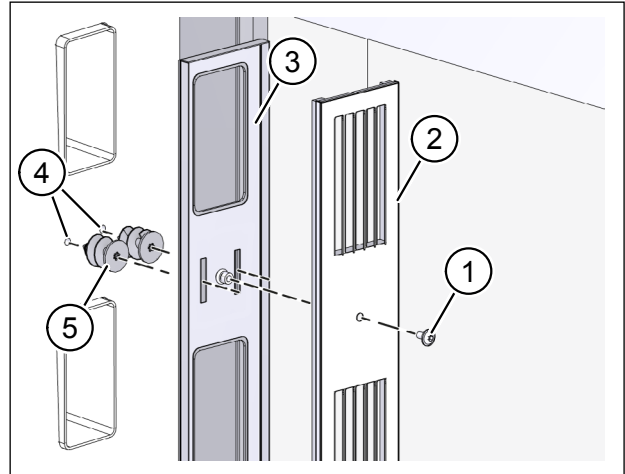

Abb. 4: Isolierdübel einsetzen
- ▶ Lösen Sie mit dem Innensechskantschlüssel die M6-Schraube (Pos. 1 in Abb. 4) zum Halten der Deckplatte (Pos. 2 in Abb. 4) am Fassadenabschluss M-WRG-EFL/AP....
- ▶ Setzen Sie die Grundplatte (Pos. 3 in Abb. 4) des Fassadenabschlusses auf die Flachkanäle auf.
- ▶ Markieren Sie an der Fensterlaibung die Positionen der Bohrungen (Pos. 4 in Abb. 4) für die Isolierdübel (Pos. 5 in Abb. 4).